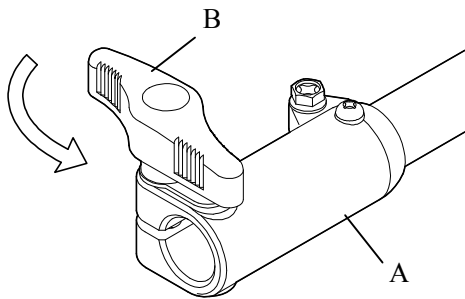
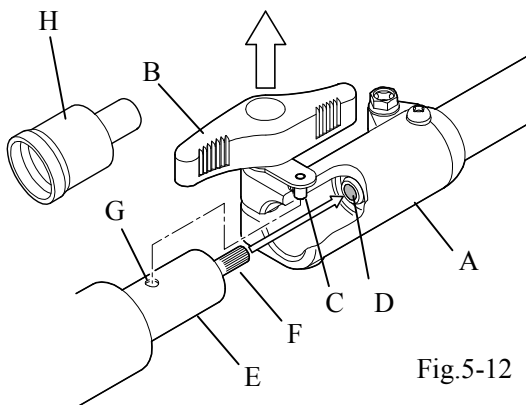

Fig.5-11
Fig.5-12
1. Verwijder de kap (H) van de voorste uiteinde van de asbuis (E).
2. Maak de knop (B) losser op het koppelstuk (A). (Fig.5-11)
3. Voor het inbrengen van de asbuis (E) in het koppelstuk (A), leg het gat (G) en de pen van de knop (C) op dezelfde plaats.
4. Trek de knop (B) naar boven en houdt het op deze plaats. Zet de asbuis (E) in het koppelstuk (A). (Fig.5-12)